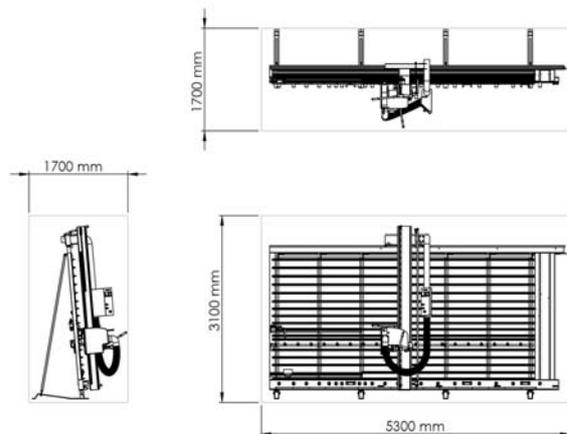

Abb. 8: Maßzeichnung VPS 2241 VR-ED
- Als Betreiber (3, Abb.8), stellen Sie sich während der Bearbeitung vor die Sägeeinheit links oder vor das Bedienfeld. An dieser Stelle sind die Bedientasten und andere Bedienelemente gut sichtbar und leicht zugänglich. Der gesamte Umfang des Sägeblatts befindet sich vor Ihnen.
- Ordnen Sie den Arbeitsbereich (1, Abb.8) so an, dass immer genügend Freiraum (2, Abb.8) für die Nutzung der Maschine vorhanden ist und sich das Bedienpersonal / die Assistenten gefahrlos bewegen kann.